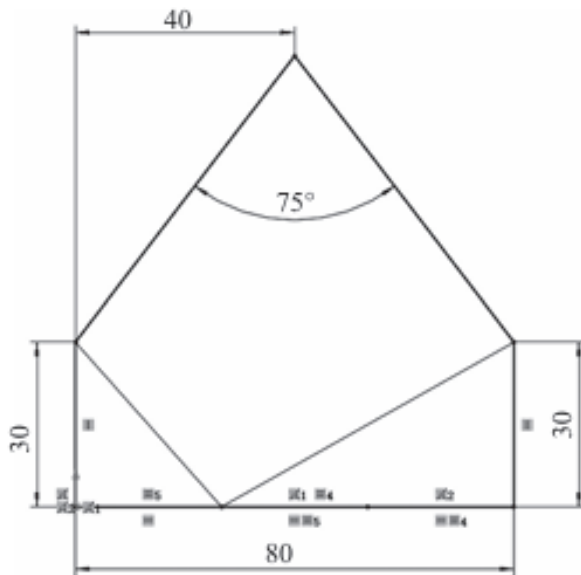

图 1-53 标注尺寸至完全约束状态
(2) 继续标注尺寸，将草图标注完整，达到完全约束状态，如图1-53所示。单击【草图确认角】中的【保存并退出】，保存并退出草图。